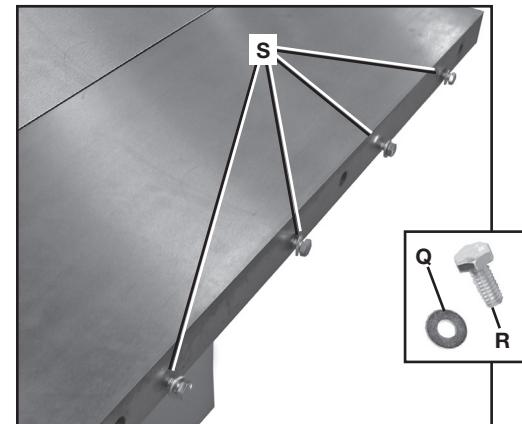
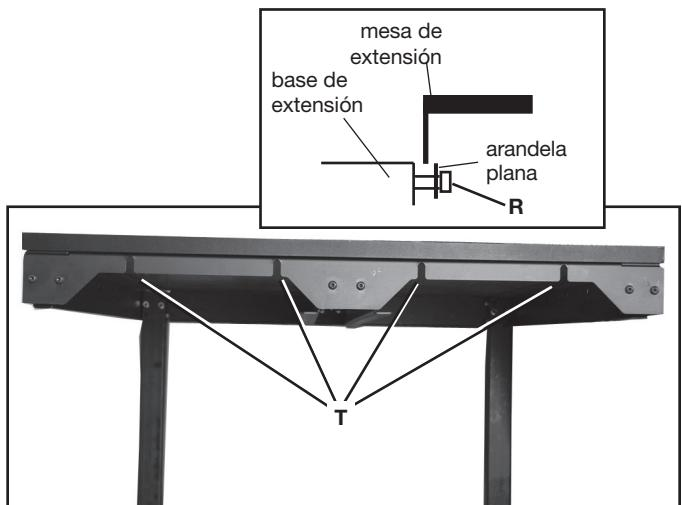
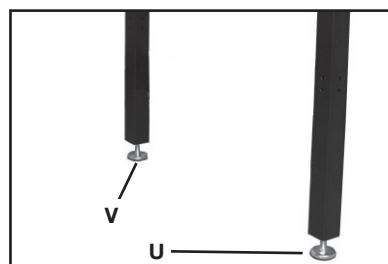

FIG. 8
FIG. 9
FIG. 10
- Coloque arandelas planas de 5/16 pulgada (Q), Fig. 8, en los tornillos de cabeza hexagonal de 5/16-18 (R) y déle unas vueltas para enroscarlos en los orificios (S) de la base de extensión derecha.
- Sostenga la mesa de extensión y alinee las cuatro ranuras (T), Fig. 9, de la mesa de extensión con estos cuatro tornillos (R), Fig. 8.
NOTA: Asegúrese de que las arandelas planas estén contra las cabezas de los tornillos (R), Fig. 9 (recuadro).
- Con las patas niveladoras (U y V), Fig. 10, asegúrese de que la mesa de extensión esté nivelada y en el mismo plano que la base de extensión Unisaw y ajuste los cuatro tornillos (R), Fig. 8, que están debajo de la mesa de extensión.